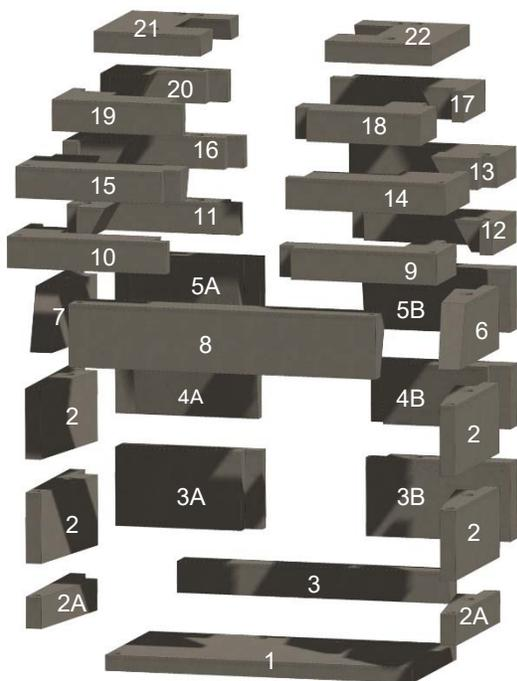
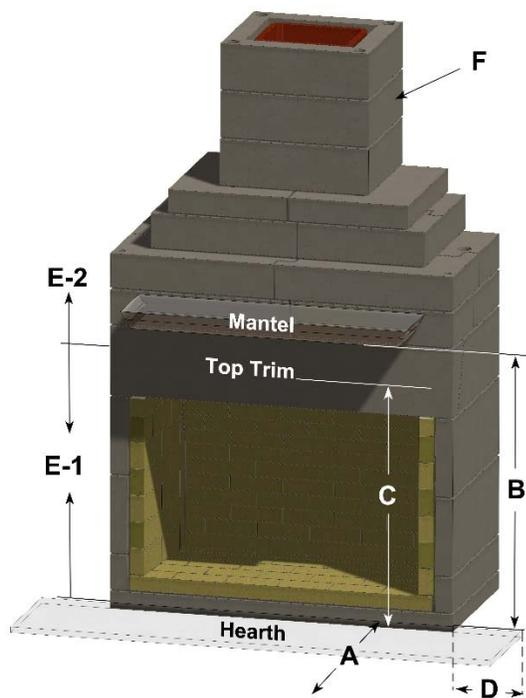

Figure 2. Composants du foyer
Figure 3. Dégagements (utiliser avec le tableau 2)
La cheminée est livrée en kit avec tous les composants nécessaires pour compléter l'installation. Le kit est configuré pour une cheminée à conduit de fumée, mais un adaptateur spécial est disponible pour une cheminée métallique. La disposition des composants, dont certains sont en option, est illustrée à la figure 2. Les composants sont indiqués dans le tableau 1. Les spécifications et les dimensions d'installation sont indiquées dans le tableau 2.
- A. Les éléments du foyer illustrés à la figure 2 et énumérés au tableau 1.
**Tableau 2: Dégagements (voir la figure 3)
Sélectionnez un emplacement de mur dans les plans de la maison où toutes les distances minimales, comme indiqué dans le tableau 2 et la figure 3, peuvent être respectées. Procédez comme suit. Les chiffres entre () sont les numéros d'articles du Tableau 1 et de la Figure 2. Assurez-vous que la base sur laquelle le foyer sera installé est une fondation solide et de niveau et qu'elle est composée de matériaux incombustibles, comme le béton.
O. Installez l'âtre et/ou le prolongement de l'âtre. Assurez-vous que les dégagements et les distances du Tableau 2 et de la Figure 3 sont respectés. Assurez-vous que l'âtre et le plancher sous et devant l'âtre sont faits de matériaux entièrement incombustibles, et pas seulement d'un revêtement de sol incombustible. Lorsque l'installation de l'âtre est terminée, vous êtes maintenant prêt à installer l'extérieur.